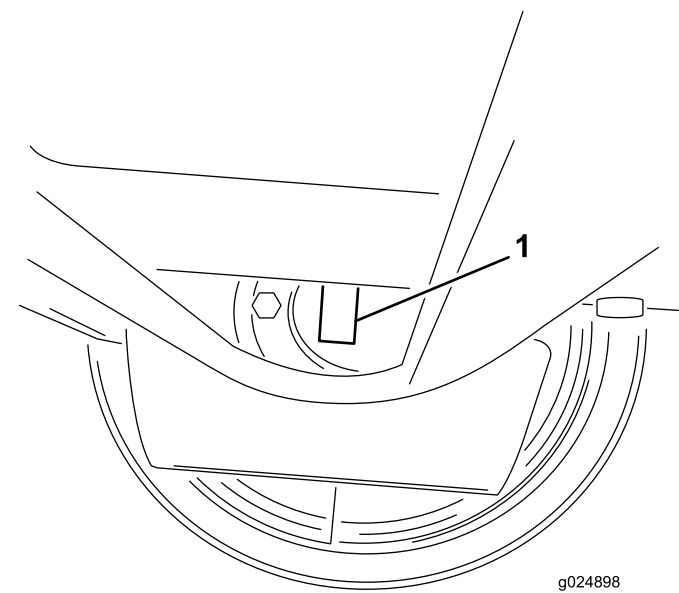

图1
- 3. 检查车轮马达序列号牌（图1）。序列号牌可从机器下方查看。